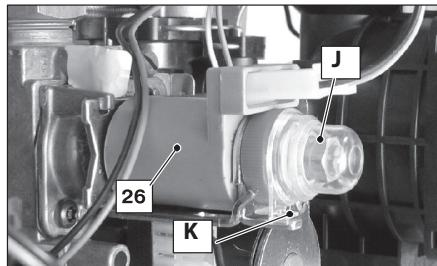

Рисунок 7.2
- Снимите защитную заглушку «A» модулирующего устройства 26 (Рисунок 7.2), освободив ее от упора «B» (с этой целью поверните ее по часовой стрелке и поденьте отверткой).
- Установите на место защитную заглушку «А» (Рисунок 7.2).